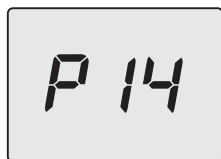

Figura 5.35
- Scorrere i vari parametri utilizzando i tasti 13 (indietro) o 15 (avanti) fino a far apparire sul display LCD le lettere **P14** che si alternano con il valore del parametro (Figura 5.35).